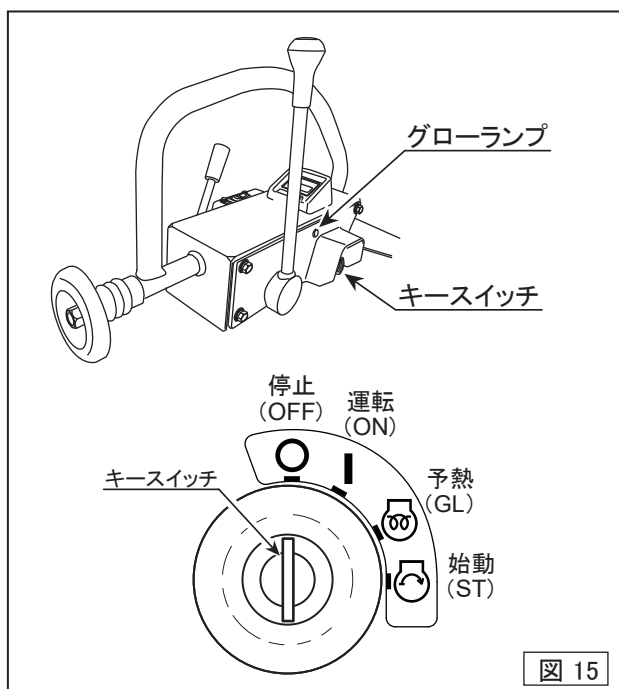

図 15
● キースイッチの操作 (図15)
- エンジンが停止したらキースwitchを停止の位置へ回します。停止の位置でブザー音が止まります。(P16, 図15)